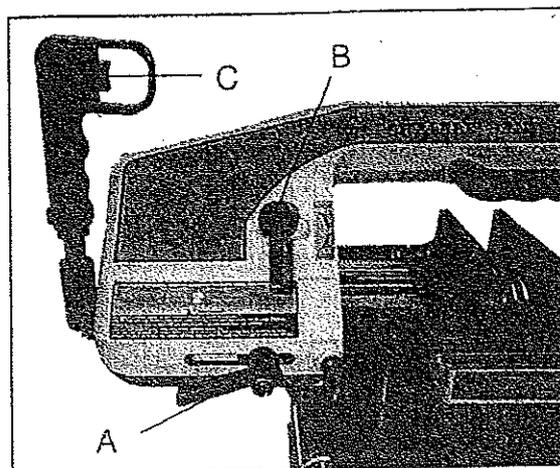

Fig.5
1. Si la pieza de trabajo es grande, afloje la maneta (A) in la fig. 5. Mueva la guía hacia la pieza de trabajo alrededor de una pulgada, después apriete la maneta.
El dispositivo de tensión de esta máquina está diseñado para la utilización regular. Todo lo que tiene que hacer es sostener la maneta (B) en fig. 5 para controlar la tensión de la hoja girándola para incrementar o disminuir la tensión que desee. La mayor funcionalidad de esto es dar un corte perfecto, ya que la hoja trabaja a tensión constante. Además, hay resortes de presión en el sistema de tensión para disminuir el contragolpe de la hoja. Por consiguiente, la vida útil de la hoja será más larga.